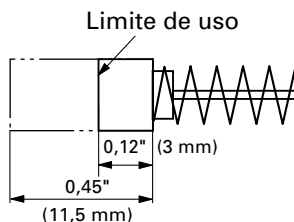

Fig. 15
4. Inspección de las escobillas de carbón (Fig. 15)